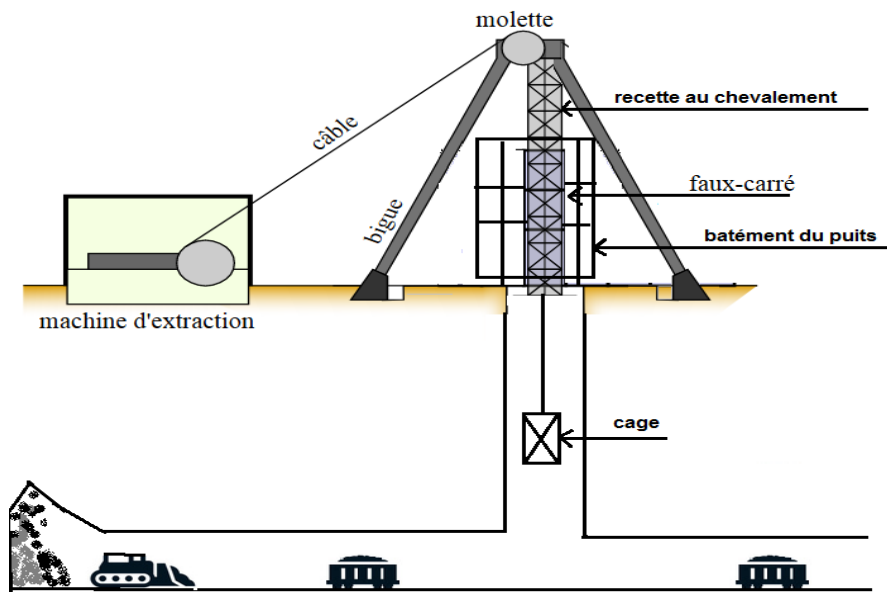

Figure 3. Le Chevalement d'un puits minier
Les réserves de minéraux utiles d'un gisement se classe en fonction de leur degré d'utilisation dans l'industrie et le degré de confiance de prospection du gisement. On distingue (Fig. 3) :
**Figure 3. Classification des réserves : 1 - réserves inexploitable; 2 - pertes de minerai en 3. Planification et construction de la mine ; 4 – stérile extrait en mélange avec le minerai ; 5- stérile extrait séparément du minerai**